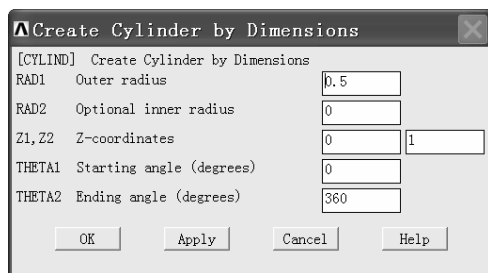

图 3-38 “Create Cylinder by Dimensions”窗口
(9) 在“Linear Isotropic Properties for...”窗口中“DENS”后的方框内输入 7900，在“EX”后的方框内输入“2e11”，在“NUXY”后的方框中输入“0.3”。以上输入表示：材料的密度为 7900kg/m^3 ，杨氏模量为 $2 \times 10^{11}\text{Pa}$ ，泊松比为 0.3。再单击“OK”按钮返回到“Define Material Model Behavior”窗口，单击“Define Material Model Behavior”窗口右上角的叉号关闭该窗口。
(10) 依次选择 Main Menu>Preprocessor>Modeling>Create>Volumes>Cylinder>By Dimensions, 弹出“Create Cylinder by Dimensions”窗口(见图 3-38); 在“Outer radius”后的方框中输入“0.5”, 在“Optional inner radius”后的方框中输入“0”, 在“Z-coordinates”后的两个方框中依次输入“0”、“1”, 在“Starting angle (degrees)”后的方框中输入“0”, 在“Ending angle (degrees)”后的方框中输入“360”, 然后单击“OK”按钮生成圆柱体。